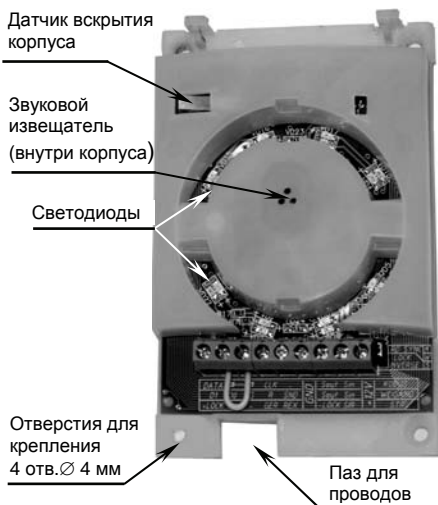

Рисунок 8 – Вид считывателя с колодкой X5 без крышки
- а) Снять со считывателя крышку (рисунок 8) (на рисунке приведен пример монтажа считывателя с колодкой X5, монтаж считывателя без колодки полностью аналогичен);
- 3) уложить соединительные провода в канал (или протянуть через отверстие в стене) и протянуть их через паз в корпусе считывателя (см. рисунок 8);
В считывателе имеются встроенный звуковой извещатель и светодиоды (см. рисунок 8), которые предназначены для индикации состояния считывателя и реакции на поднесение кодоносителя.